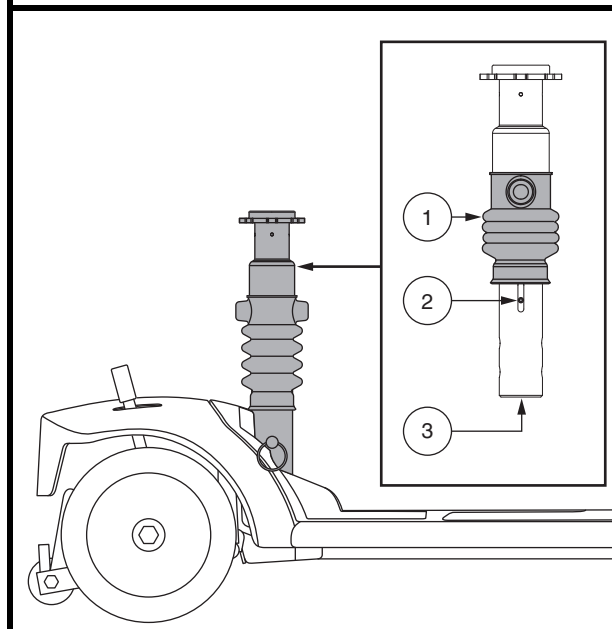

Figure 20. Réglage de la suspension du siège
Le mât du siège agit comme un absorbeur et peut être ajusté à différents degrés pour le confort de la conduite. Utilisez les vis de réglage qui sont visibles à travers la fenêtre de réglage sur le côté du mât comme guide lors du réglage. Faites glisser le manchon en caoutchouc vers le haut pour exposer les vis de réglage. **Voir la figure 20.**
3. Insérez une douille de 13 mm avec une extension au bas du mât. **Voir la figure 20.**